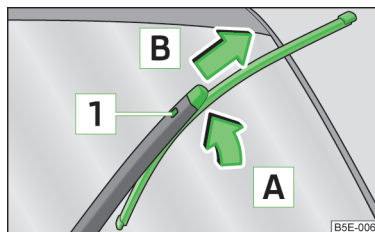

Fig. 40
- > Ridicați brațul ștergătorului de pe geam » fig. 40.